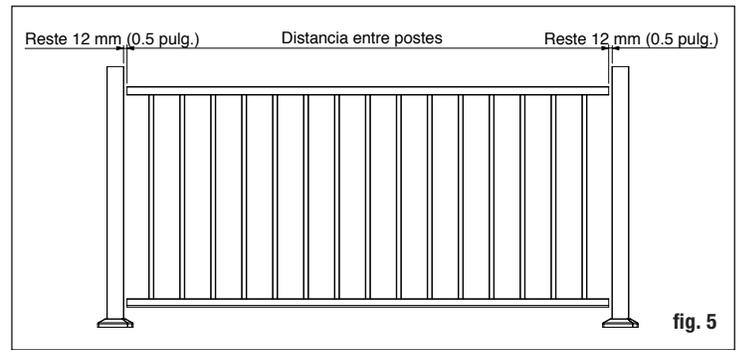

fig. 5
Paso 2: Corte 12.7 mm (1/2 pulg.) adicionales de ambos extremos (2.5 cm [1 pulg.] en total) para que el soporte quepa entre el barandal y el poste. Recorte los barandales superior e inferior a la longitud deseada (fig. 5).